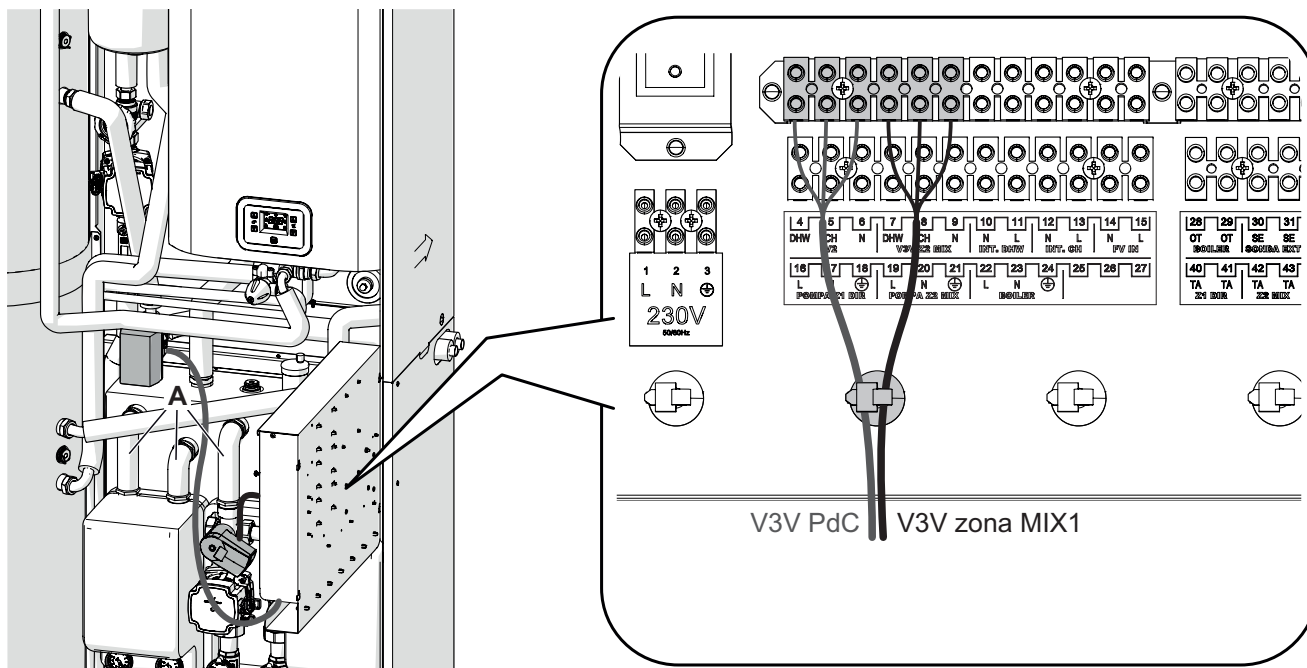

Figura 2.37
- Far scorrere i cavi di alimentazione delle valvole a 3 vie dietro i tubi (A) dei gruppi di rilancio, collegarli alla morsetteria e bloccarli con l'apposita fascetta (Figura 2.37).